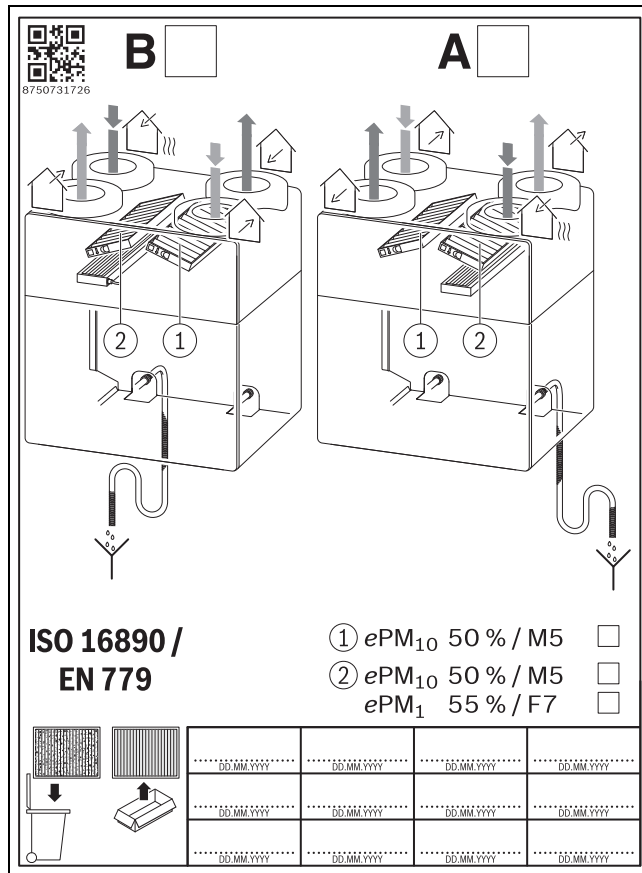

Bild 10 Aufkleber Filterwechsel
- ▶ Das Datum des Filterwechsels und die Filterart auf dem Aufkleber (→ Bild 10) am Lüftungsgerät im dafür vorgesehenen Feld notieren. Der Aufkleber befindet sich zwischen den Filtern auf dem Blech.